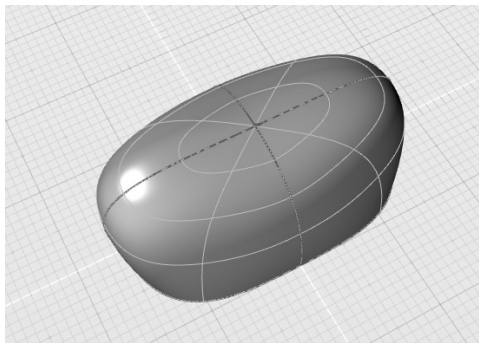

图 4-44 调整曲面形状
3) 保持曲面处于选中状态, 在控制面板中将“沿轨道旋转”参数设置为“不旋转”, 可见曲面形状改变, 如图 4-44 所示。